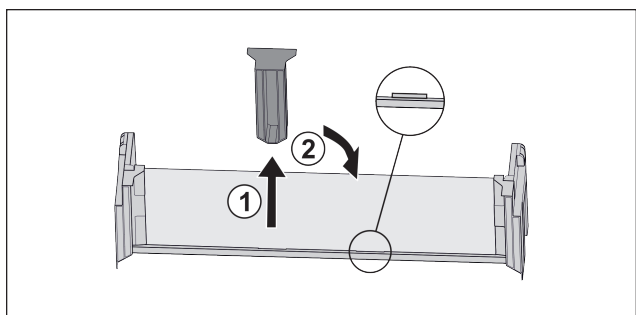

Fig. 103
- Stiahnite stredný prídržný diel Fig. 103 (1).
- Nasadte stredný prídržný diel do druhej pozície Fig. 103 (2).